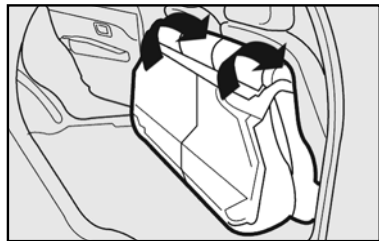

fig. 92
O banco traseiro bipartido em algumas versões **fig. 92** permite ampliar apenas parte do porta-malas, tendo a opção de rebater o banco individual ou duplo.
1) Rebater para trás o banco traseiro completo utilizando os puxadores. **fig. 92.**